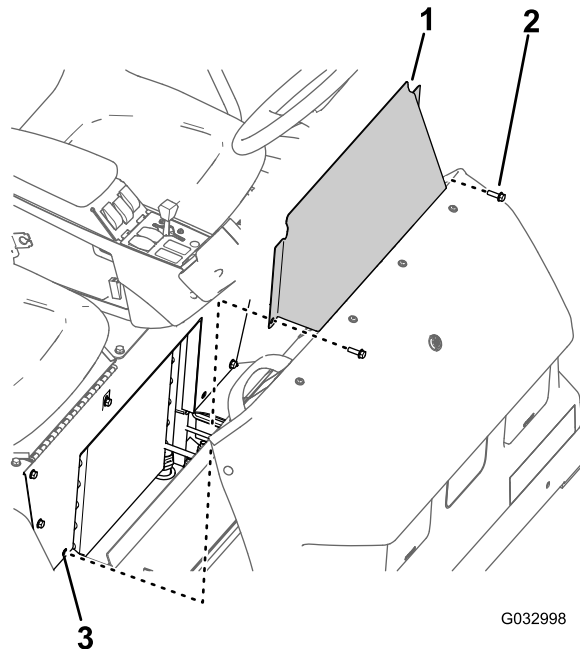

図 69
1. シートベースアクセスパネルを座席ベースに固定しているフランジヘッドボルト2本を取り外す 図 69。
2. 機体からシートベースアクセスパネルを外す 図 69。
1. シートベースアクセスパネルの穴を座席ベースの穴に合わせる 図 69。
2. シートベースアクセスパネルを座席ベースに固定する 図 69 1 シートベースアクセスパネルを外す (ページ 50)で外したフランジヘッドボルト2本を使用する。